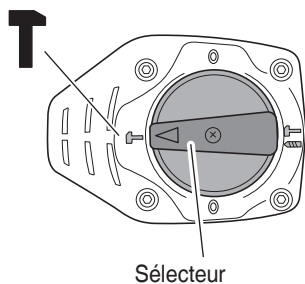

Fig. 8
- (1) Commutation sur "percussion"
- (b) Alignez ▲ du levier du sélecteur et T du couvercle de la manivelle comme illustré à la Fig. 8.